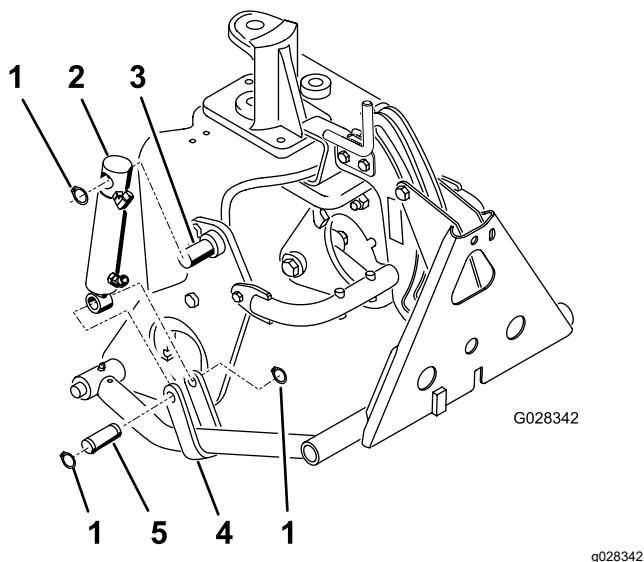

Figure 19
3. Montez le haut du corps du vérin hydraulique sur la goupille de la plaque de fixation droite avec un circlip (Figure 19).
4. Montez la tige de vérin sur les étriers de fixations des bras de poussée avec une goupille et 2 circlips (Figure 19).